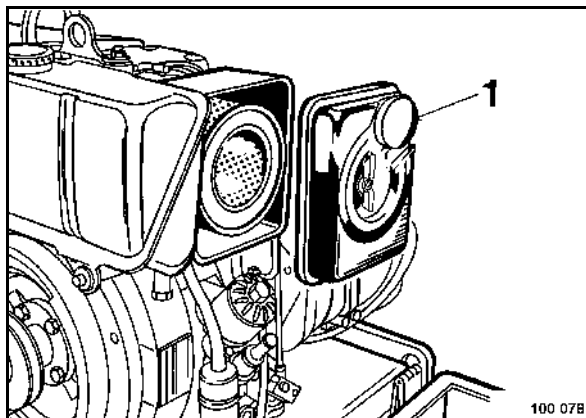

fig. 65
- Dévisser l'écrou à ailettes puis retirer le couvercle (1) (fig. 65).